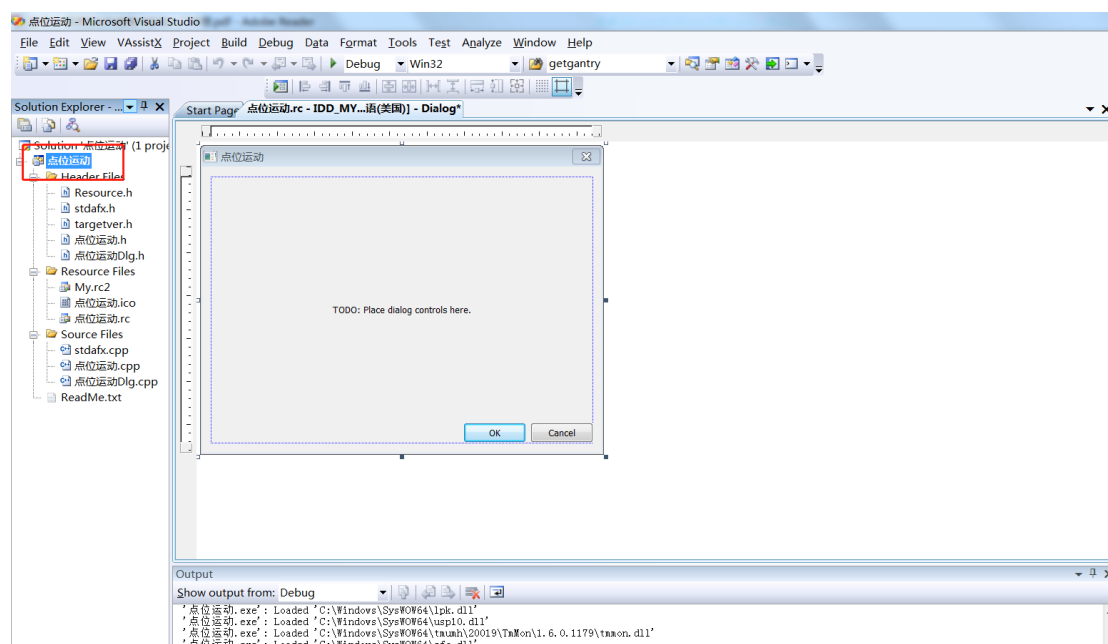
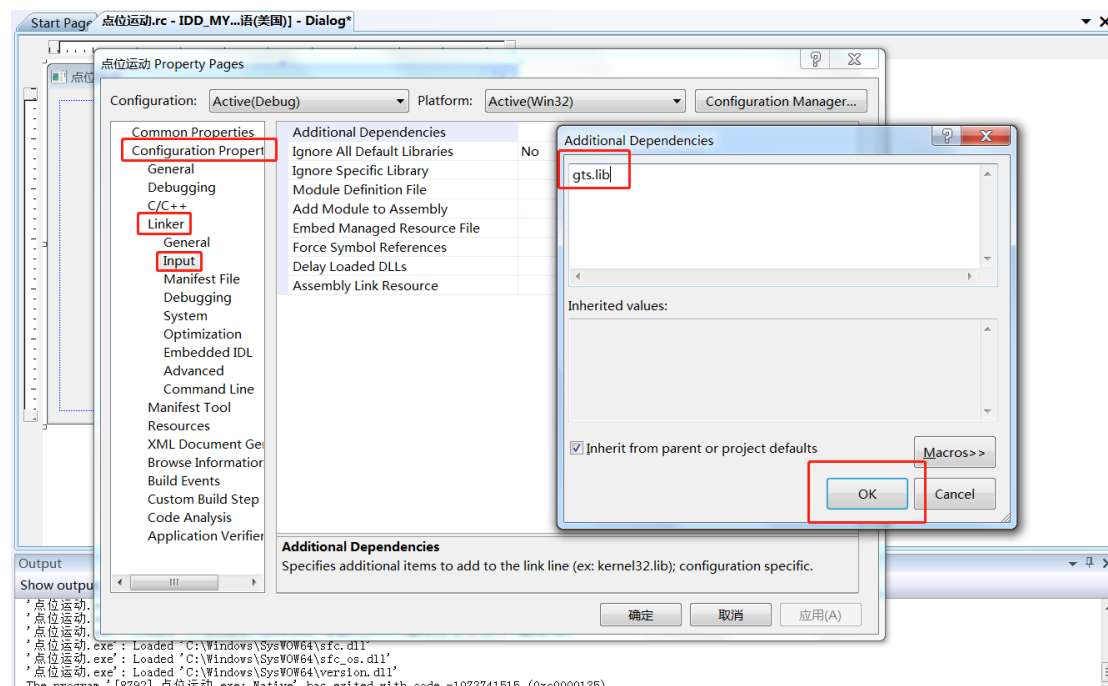

图 19
图 20
7、打开刚才创建的 vs2008 程序，在左侧的解决方案管理器中右击点位运动→属性→配置属性→链接器→输入→附加依赖项栏中输入 lib 文件名，例如 gts.lib，如图 19，如图 20